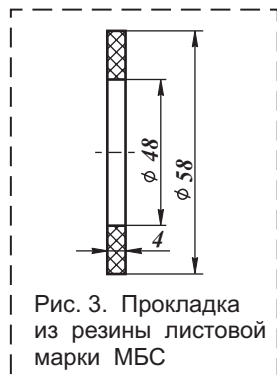
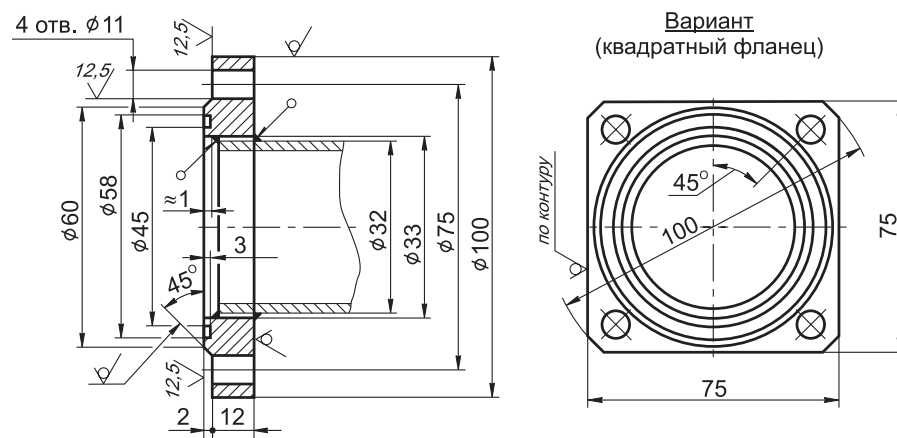

Рис. 3. Прокладка из резины листовой марки МБС
Рис. 4. Фланец по ГОСТ 33259-2015 для DN 25 (варианты квадратный и с закругленными углами)
4.2.6 Для уплотнения резьбы в месте соединения корпуса клапана с трубопроводом рекомендуется применять ленту фторопластовую ФУМ или аналогичный уплотняющий материал. Монтаж фланцевых соединений выполнить с применением прокладок из резины МБС средней твердости (Рис. 3). Ответные фланцы - стальные приварные по ГОСТ 12820-80 (Рис. 4). Усилие затяжки: 20±5 Н\*м.